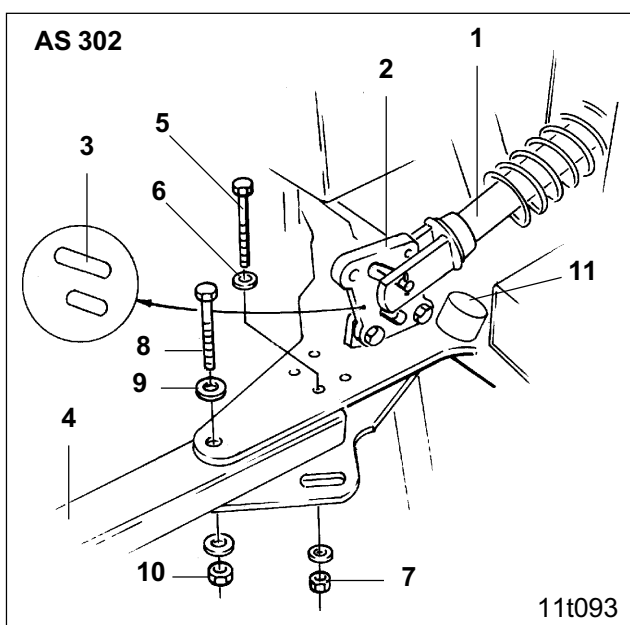
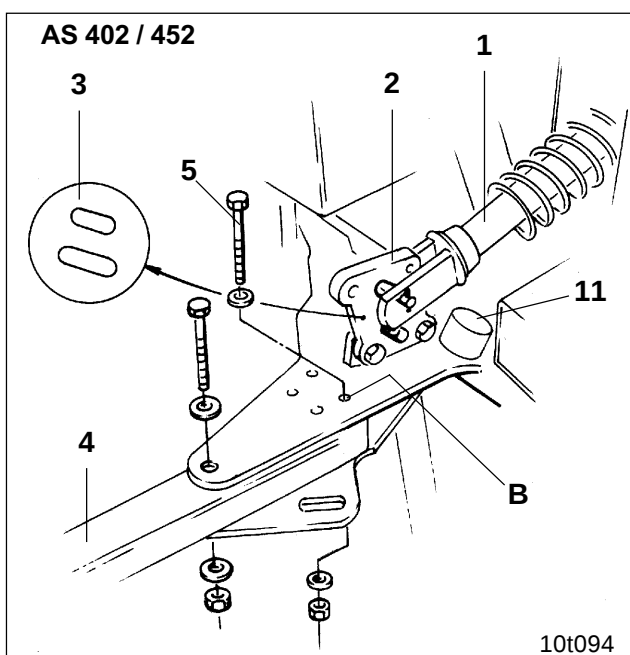
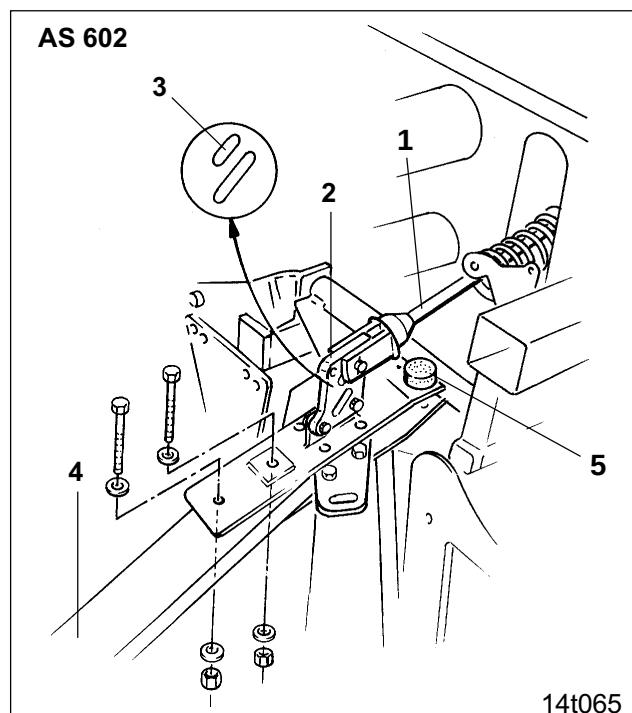

Fig. 24.5
Fig. 24.6
Fig. 24.7
Гидравлический цилиндр (Рис. 24.5/1) должен крепиться к накладке (Рис. 24.5/2) в длинном продольном отверстии (Рис. 24.5/3). Накладка (Рис. 24.5/2), при необходимости, переустанавливается.
Прикрутите кронштейн маркера (Рис. 24.5/4), а именно при помощи:
- болта с шестигранной головкой M6 x 90, 8.8 DIN 931 (Рис. 24.5/5),
- двух шайб 6,4 x 18 x 1,6 DIN 9021 (Рис. 24.5/6) и контргайки M6, 8 DIN 980V (Рис. 24.5/7).
- болта с шестигранной головкой M14 x 100, 8.8 DIN 931 (Рис. 24.5/8),
- двух упругих зажимных шайб 14 DIN 6796 (Рис. 24.5/9) и
- контргайки M14, 8 DIN 980V (Рис. 24.5/10).
Гидравлический цилиндр (Рис. 24.6/1) должен крепиться к накладке (Рис. 24.6/2) в коротком продольном отверстии (Рис. 24.6/3). Накладка (Рис. 24.6/2), при необходимости, переустанавливается.
Прикрутите кронштейн маркера (Рис. 24.6/4) (Крепежный материал: смотрите рабочую ширину захвата 3 м).
Прикрутите кронштейн маркера (Рис. 24.6/4) при помощи болта с шестигранной головкой M6 x 90, 8.8 DIN 931 (Рис. 24.6/5) в отверстии „B“ (Рис. 24.6).
Гидравлический цилиндр (Рис. 24.7/1) прикрепите к накладке (Рис. 24.7/2) в коротком продольном отверстии (Рис. 24.7/3). Накладка (Рис. 24.7/2), при необходимости, переустанавливается.
Прикрутите кронштейн маркера (Рис. 24.7/4) (Крепежный материал: смотрите рабочую ширину захвата 3 м).
Упоры (Рис. 24.5/11, Рис. 24.6/11 и Рис. 24.7/5) снимать не разрешается, а в случае износа они должны быть заменены!
Закрепите кронштейн маркера, как показано на рисунках (Рис. 24.5 и Рис. 24.6).